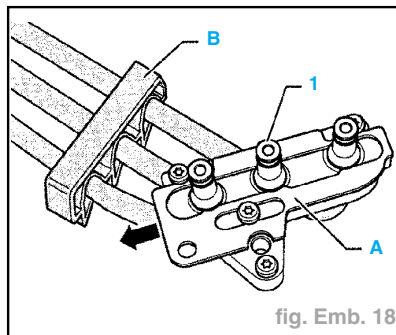

fig. Emb. 18
- Pousser la pièce coulissante (A) dans le sens de la flèche sur la plaque de montage (fig. Emb. 18).
- Retirer maintenant la conduite souple / rigide (1) de la plaque de montage.
- Puis pousser sur la conduite souple / rigide (1) pour la sortir du support (B).
- Placer la conduite souple/rigide (1) dans l'alésage central de la plaque de montage (fig. Emb. 18).
- Pour verrouiller la conduite souple / rigide (1), pousser la pièce coulissante (A) en position centrale.